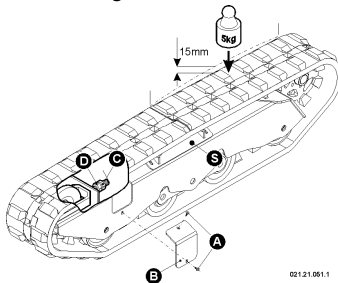

Abb. 52 - Regulierung Raupenspannung
- Kontrollieren, dass die Durchbiegung an der vorderen oder hinteren Mitte, zur mittleren Führung "S" der Raupe" 15mm beträgt (s. Abb. 52);